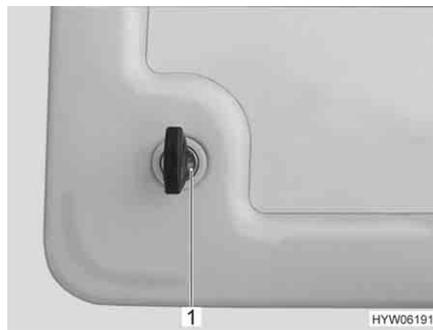

Fig. 47 Cierre a presión de la trampilla de servicio
- Introducir la llave en el cilindro de cierre del cierre a presión bajo llave (Fig. 47,1) y girarla un cuarto de vuelta. El cierre a presión está desbloqueado.
- Introducir la llave en el cilindro de cierre del cierre a presión bajo llave (Fig. 47,1) y girarla un cuarto de vuelta. El cierre a presión está bloqueado.